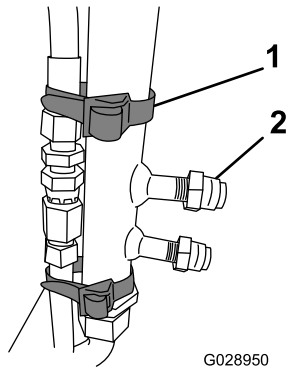

Figura 5
4. Inserte tapones ciegos en los orificios del colector (Figura 5).
1. Sujete el conjunto de acoplamiento en T trasero al colector usando 2 bridas (Figura 5).